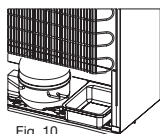

Fig. 10
- Una vez el equipo este en funcionamiento no realice movimientos fuertes al refrigerador. Este cuenta con una bandeja de recolección y evaporación de agua en la parte posterior que podría desbordarse. Ver Fig 10.